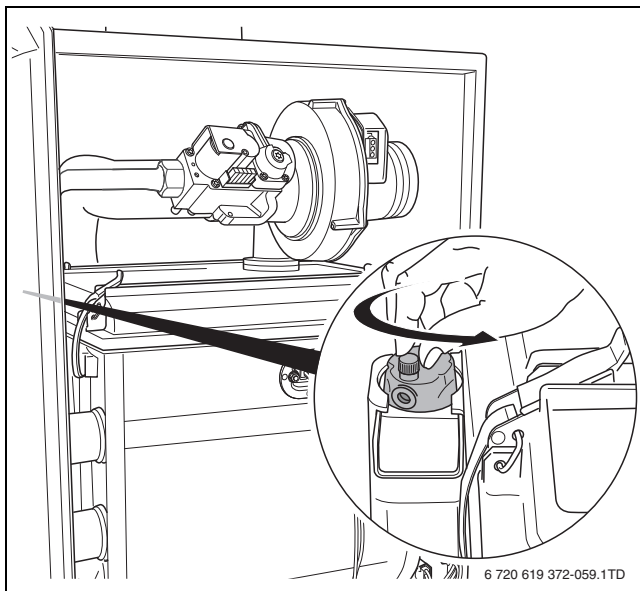

Bild 56 Automatischen Entlüfter öffnen
Das Gerät ist mit einem automatischen Entlüfter (→ Bild 56) ausgestattet, der zur Entlüftung des Geräts dient.
- Kappe am automatischen Entlüfter (→ Bild 56) eine Umdrehung lösen.